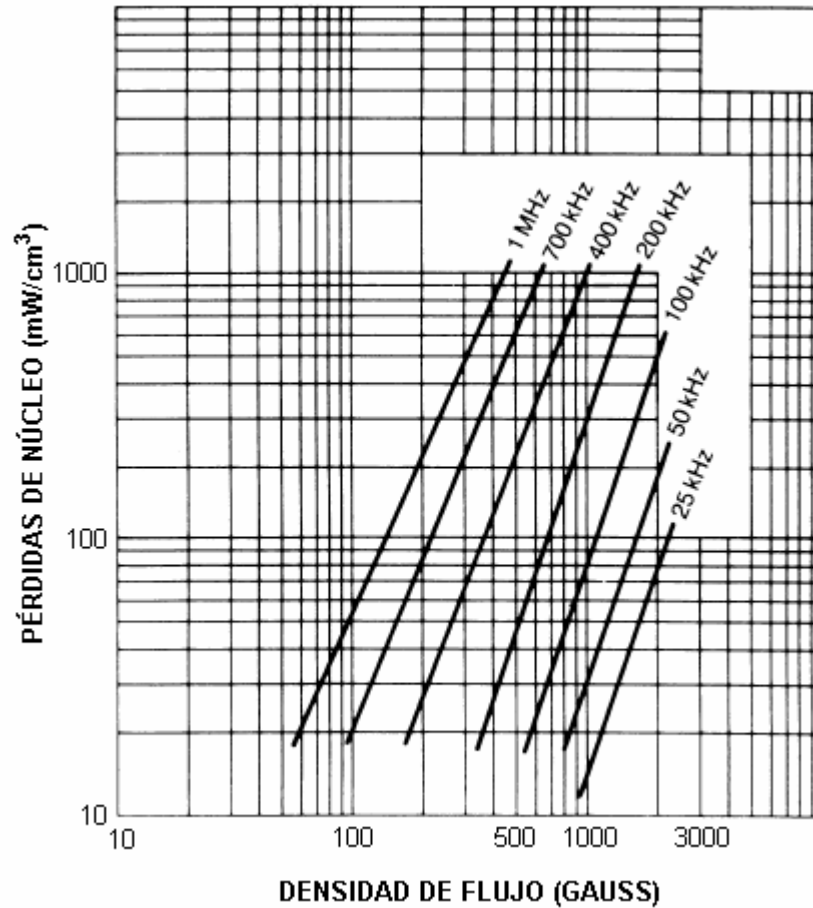

Figura G.1.4 Gráfica para determinación de densidad de flujo [42]
- El flujo de densidad máximo (B_{MAX}) del núcleo se determinará mediante el gráfico de [42], ya que tenemos de dato la $f_{operación}$ y las pérdidas de núcleo. Entonces, mediante la figura G.1.4: